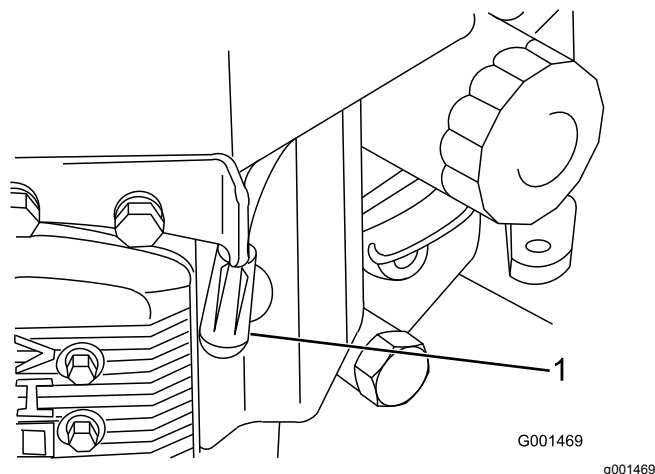

Рисунок 25
- Отсоедините провода от свечей зажигания (Рисунок 25).